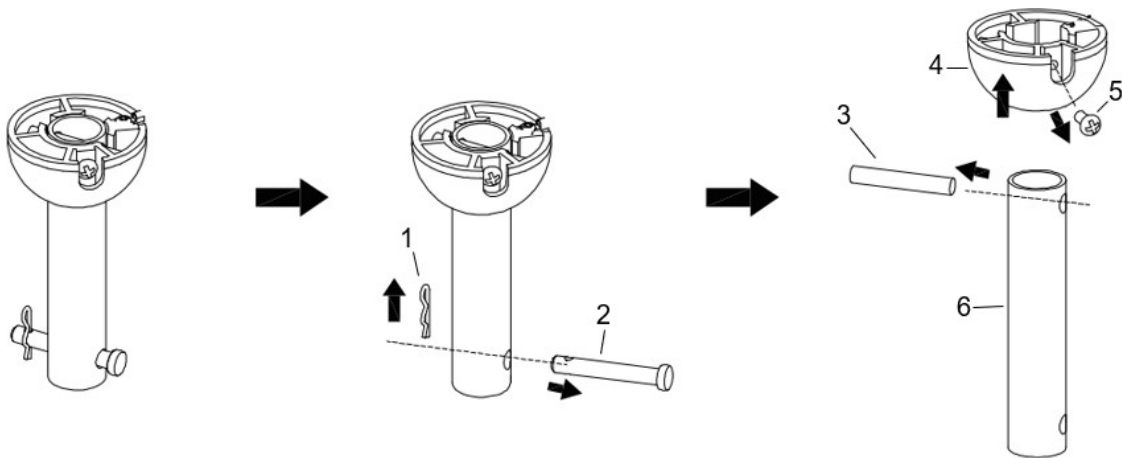

Рис. 4.1
1. Зніміть кульовий шарнір (4) і штифт (3), відкрутивши стопорні гвинти (5) з нижньої тяги (6). Зніміть зчипний штифт (2), знявши фіксуючу скобу (1) (рис. 4.1). **ПРИМІТКА: Не викидайте ці деталі, вони знадобляться для подальшої збірки.**